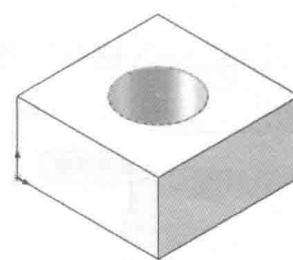

图 1-20 “切除-拉伸”结果
(7) 按“Ctrl+7”组合键(或单击“视图(前导)”工具栏中“视图定向”按钮 \square 下的“等轴测”按钮 \square)，将显示变为“等轴测”，结果如图 1-20 所示。